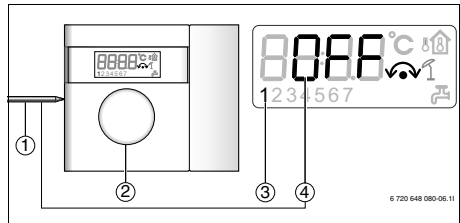

Bild 3 Terminering CANbus LCD
**ANVISNING:** Rumsgivaren placeras normalt sist på CANbussen och ska därför vara terminerad. Inställning av terminering görs enligt (→ Bild 3).